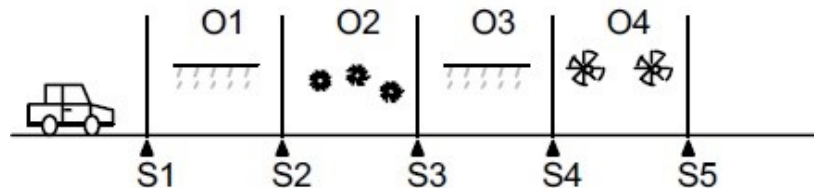

Figura 3
3) A máquina de estados representada na figura 3 possui duas entradas A e B, e uma saída Z.